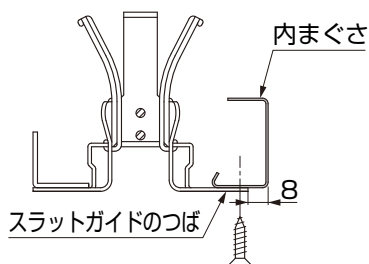

図2-1 内まぐさの取付け
③ 内まぐさをブラケットのスラットガイドのつばに乗せたら、【7-7】で取付けてください。(図2-1 参照)